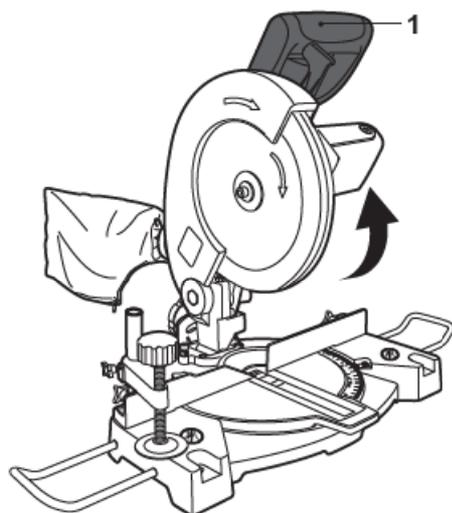

Fig. 38
- > Levez la poignée [1] au maximum (Fig. 38).